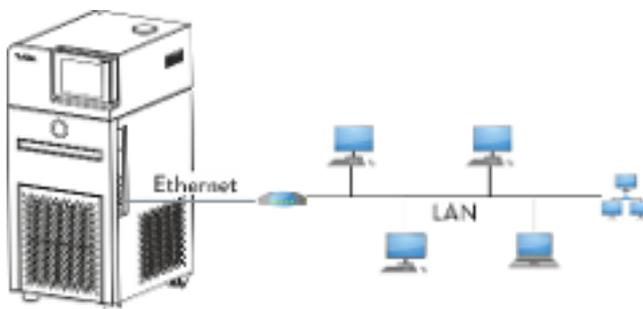
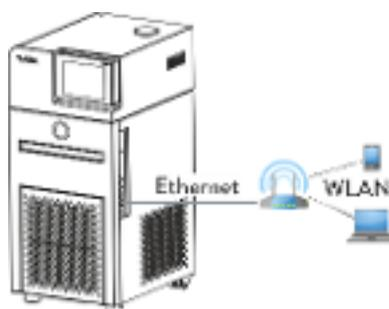

Fig. 15 : Connexion par réseau local
Fig. 17 : Connexion par WiFi
La Fig. 15 représente la connexion de l'appareil de thermostat à un pupitre de commande/PC par un réseau local.
La Fig. 17 représente une connexion WiFi directe entre le pupitre de commande/PC et l'appareil de thermorégulation LAUDA. Le routeur WiFi doit alors être configuré en tant que point d'accès. La configuration du routeur WiFi est décrite dans le mode d'emploi du routeur.
- Pour les connexions telles que représentées sur Fig. 16 et Fig. 17, il est possible de recourir à des routeurs WiFi de modèle courant. Ceux-ci doivent présenter la fonction de connexion requise et répondre aux exigences du pays dans lequel ils sont exploités. Pour la structure telle que représentée sur Fig. 16, LAUDA recommande toutefois d'utiliser un routeur WiFi industriel.
17. Connecter l'interface Ethernet de l'appareil de thermostatisation tel qu'illustré sur les Fig. 15 à Fig. 17. Utiliser un câble Ethernet classique (cordon de raccordement).
8. Connecter l'interface Ethernet de l'appareil de thermorégulation tel qu'illustré sur les Fig. 15 à Fig. 17 . Utiliser un câble Ethernet classique (cordon de raccordement).